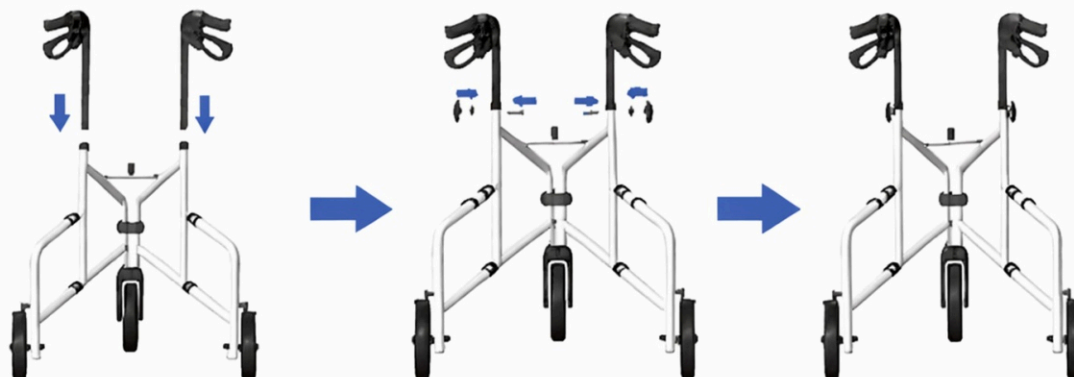

Figura 4
Paso 3 (como se muestra en la Figura 4): Tome el conjunto del tubo reposabrazos izquierdo (2) y el conjunto del tubo reposabrazos derecho (4), e insértelos en los tubos reposabrazos exteriores del conjunto del marco principal (1). Seleccione los orificios de altura adecuados para los reposabrazos. Inserte el perno hexagonal M6×30 (12) a través del tubo reposabrazos exterior del conjunto del marco principal (1). Instale la tuerca de estrella de esterila M6 con arandela curva (15) en el perno hexagonal M6×30 (12) y apriétela.